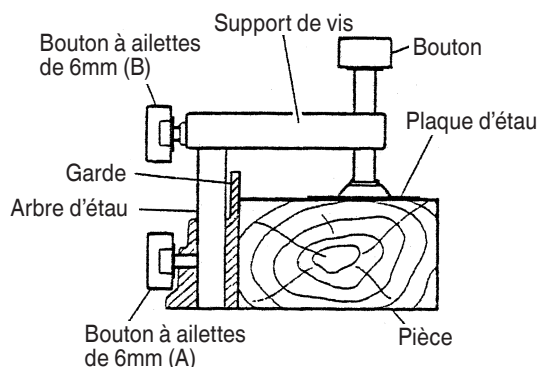

Fig. 14
- (1) L'ensemble de l'étau peut être monté sur le côté gauche du guide ou sur le côté droit du guide en desserrant le boulon à oreille 6 mm (A).
- (2) Le support de vis se relève ou s'abaisse en fonction de la hauteur de la pièce en desserrant le boulon à ailettes de 6mm (B). Après le réglage, resserrer fermement le boulon à ailettes de 6mm (B) et fixer le support de vis.
- (3) Tourner le bouton supérieur et fixer solidement la pièce en place (Fig. 14).